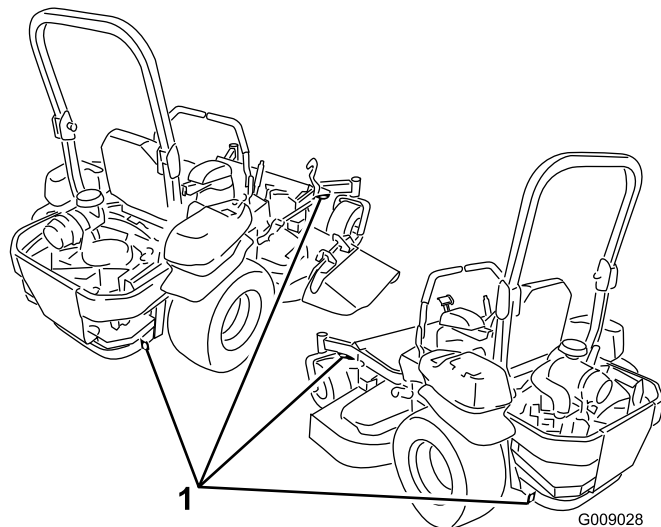

Figura 40
5. Utilice los puntos de amarre metálicos de la máquina para sujetar la máquina firmemente al remolque o al camión con correas, cadenas, cables o cuerdas (Figura 40).